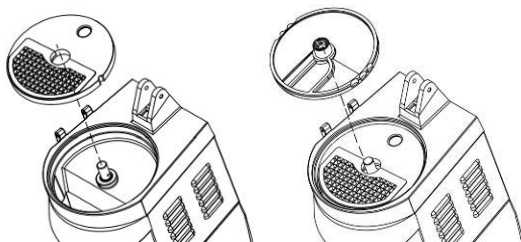

Abb. 10 - Montage der Schneidscheibenpaare PS..-DF..
- Setzen Sie zuerst die Schneidscheibe PS..., mit Einschnitt nach rechts gerichtet ein, montieren Sie dann die Schneidscheibe DF..., dabei die Schneidscheibe solange drehen, bis sie fest sitzt (Abb. 10).